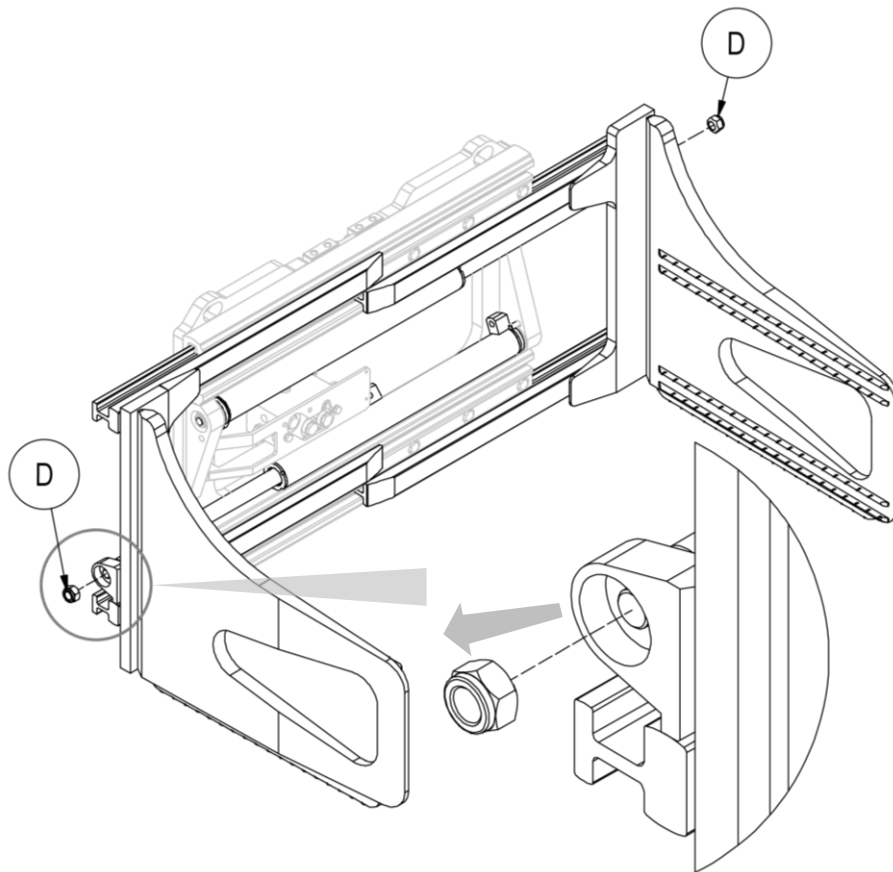

Figura 26
3. Remover las tuercas D que bloquean los cilindros a los perfiles (mira *Figura 26*).